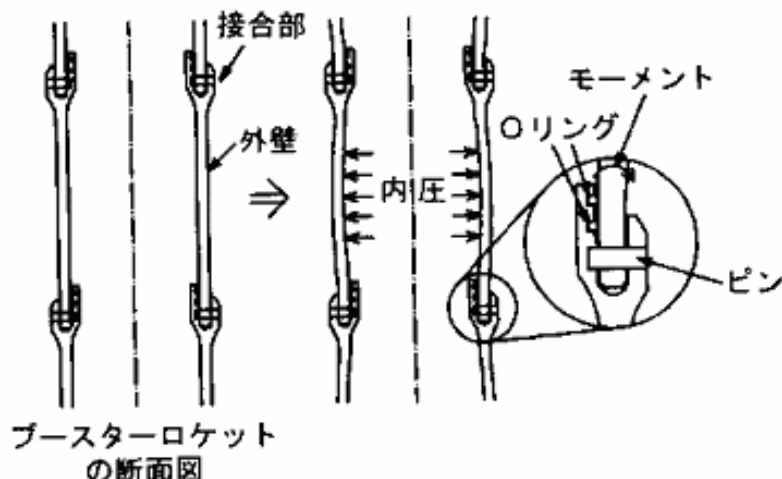

図3 ジョイントローテーション [2]
- (2) 調査の過程で、NASAおよびリングを製作した会社が、低温におけるリングの弾性の問題を予め知っていたこと、リングの製作会社が当日の打ち上げを中止すべきとの意見を出していたにもかかわらず、打ち上げが強行されたこと、などが判明した。
- (3) リングのシール効果がなくなった直接の原因は、低温によって弾性が失われたためであるが、この部分の設計にも問題があった。ブースターロケット使用時にロケット内部に圧力がかかると、2つの接合部の間の外壁よりも接合部のほうが厚いため、接合部を節にして外壁が膨らむ「ジョイントローテーション」という現象が起き、図3に示すように、リングがシールしている継ぎ間を引きはがす方向にモーメントが働くことが知られていた。また、ブースターロケットは前回使用時に発生したひずみを矯正して再使用するが、矯正しきれなかったシール部のすき間も問題となる。これらに対して、有効な解決策は打たれていなかった。